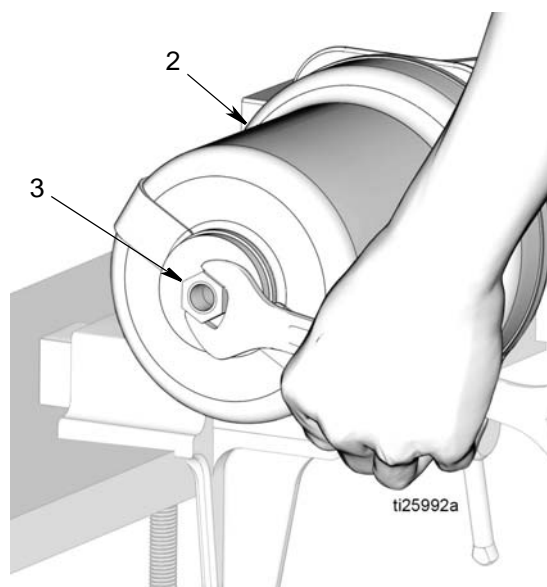

Рис. 55
- е. Накрутите стопорную гайку поршня (3) на верхнюю часть пневматического цилиндра (2), как показано на Рис. 55. Затяните гайку гаечным ключом. Затягивать гайку следует с усилием 15 - 17 футофунтов (20.3 - 23.1 Н•м).